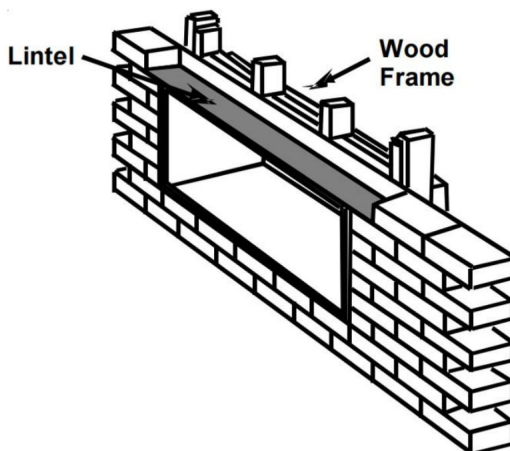

Figura 3
3. Si se instala en una pared de hormigón o mampostería, se debe colocar un dintel en la abertura de la pared para que sirva de soporte. No utilice el manguito de pared como dintel. Si la pared tiene un espesor inferior a 203,2 mm o es de construcción hueca, se debe colocar un medio alternativo de soporte para el manguito. Consulte la Figura 3 para ver una construcción de dintel típica.